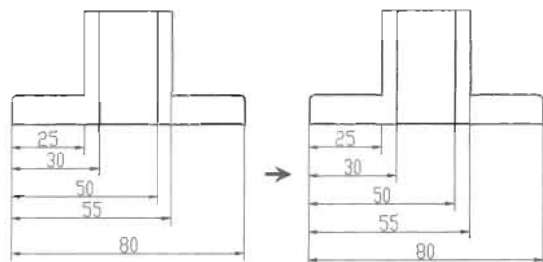

图 10-122
(1) 打开配套光盘中的“操作示例 10-16.dwg”文件，将图中的标注等距分布，如图 10-122 所示。